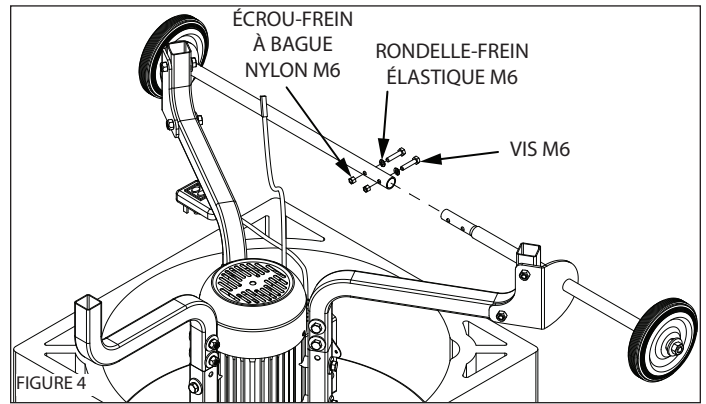

FIGURE 4
6. Monter l'axe sur les pieds. (**VOIR FIGURE 4 ET 5**)